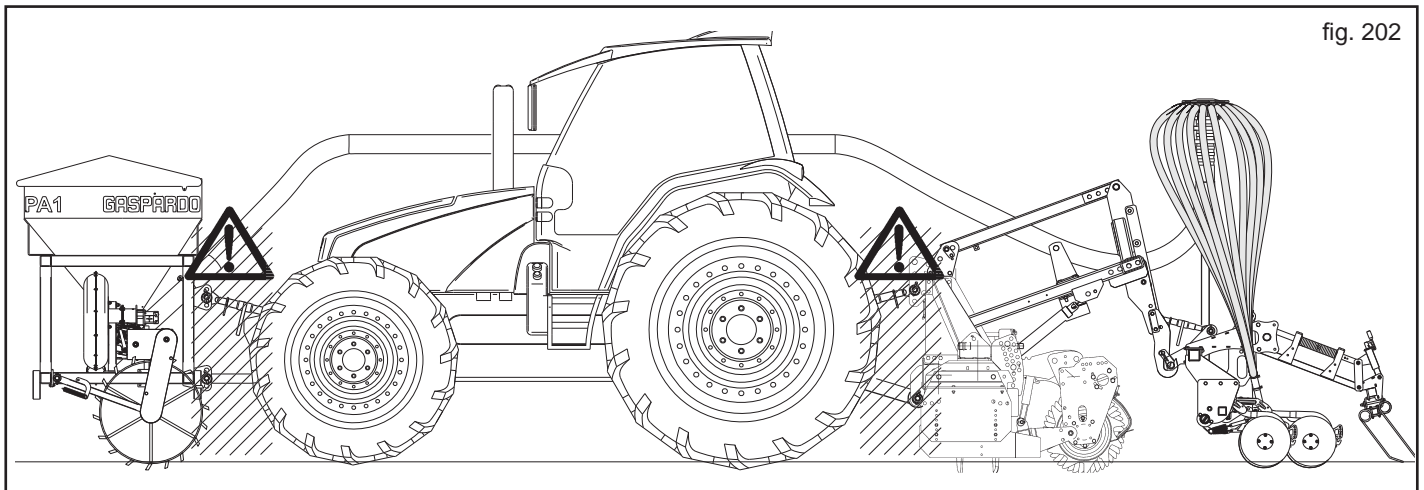

fig. 202
- 5) Es ist strengstens verboten zwischen den Schlepper und den Anschluß zu treten, um die Hubsteuerung von aussen zu betätigen (Abb. 202).
- 6) Es ist strengstens verboten, bei laufendem Motor und eingeschalteter Kardanwelle zwischen Schlepper und Gerät zu treten (Abb. 202). Man darf sich nur zwischen die Teile begeben, nachdem die Standbremse betätigt und die Räder mit einem Keil oder Stein geeigneter Größe abgesichert wurden.